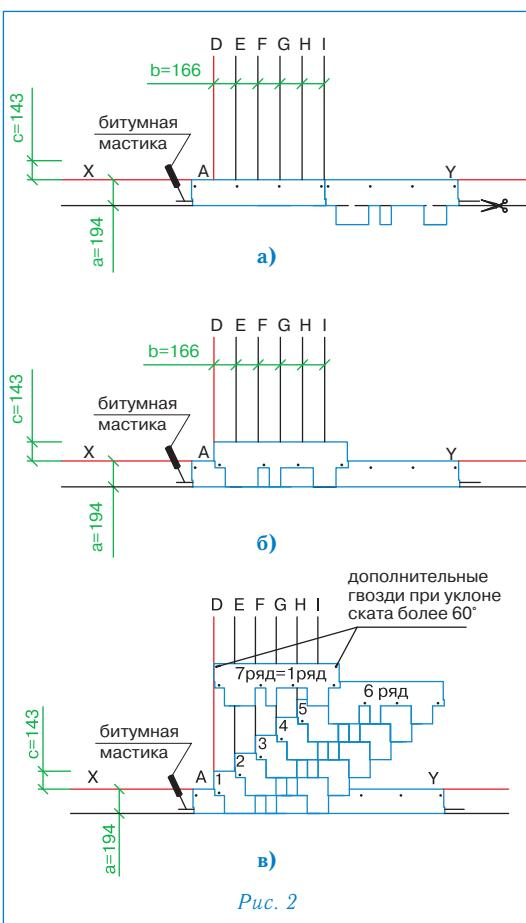

Рис. 2
## Укладка материала (рис. 2)
- Начальный ряд формируется из листов черепицы ГОТИК с обрезанными лепестками. Полученные таким образом полосы шириной 19,4 см укладываются по линии карниза в обе стороны от линии I (рис. 2а) и фиксируются по нижнему краю битумной мастикой, а по верхней кромке 4 гвоздями (ось гвоздей на 5 см ниже верхнего края полосы);
- далее первый ряд черепицы укладывается от линии AD (рис. 2б);